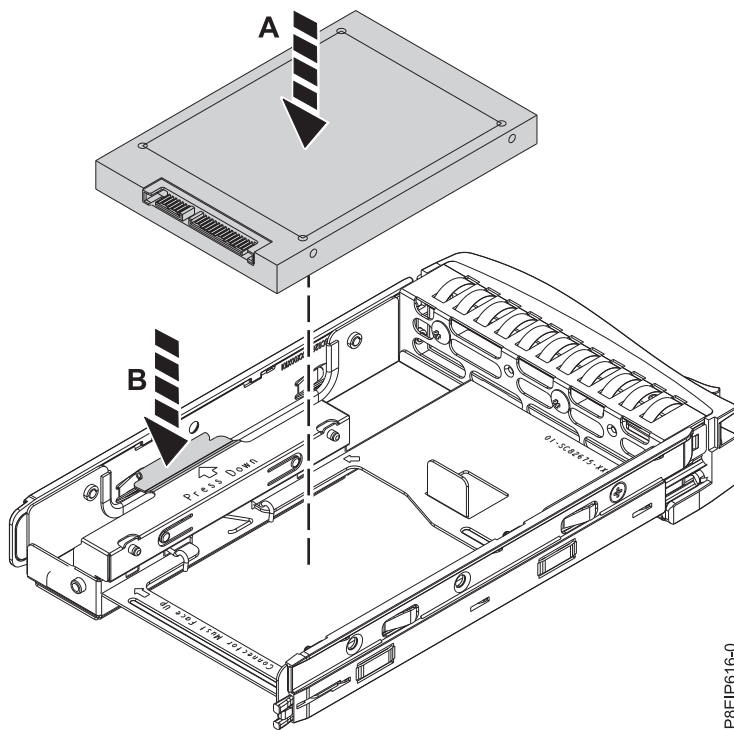

Figura 7. Montaje de la unidad de 2,5 pulgadas en la bandeja
- b. Abra el resorte de retención (**B**) como se muestra en la Figura 7 en la página 9.